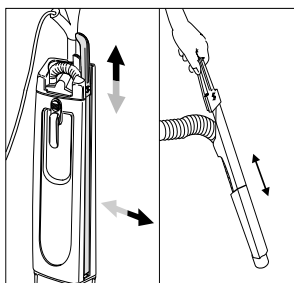

Fig. 5
3.4 Travaux avec le tuyau-poignée <Fig. 5>